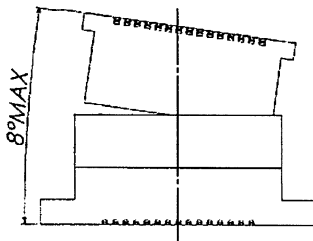
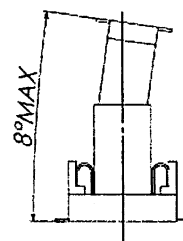

図 1/Fig.1
図 2/Fig.2
- ・誘い込み時の角度は図1～図2になりますので、記載角度以下で位置決めをして下さい。
/Figure 1 and 2 show guiding angle. Please locate it below the described angle.